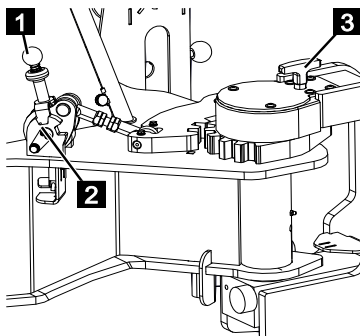

Fig. 126
2. S'assurer que le levier de verrouillage (Fig.126/1) est complètement orienté vers le haut et que le verrouillage est enclenché dans la position supérieure (Fig.126/2).
3. Tirer la goupille de blocage (Fig.126/3) vers le haut jusqu'à ce que l'appui puisse pivoter librement.